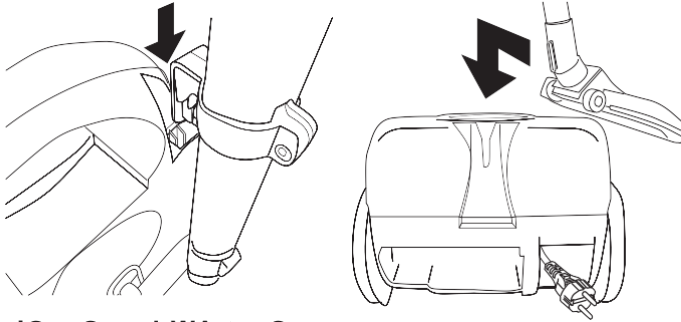

Abbildung 9
3. Stellen Sie den Staubsauger aufrecht hin. An der Rückseite des Staubsaugers, neben dem Vorderrad, befindet sich ein Befestigungsschlitz für die Zubehörschiene (siehe Abbildung 9). Schieben Sie die Unterseite der Zubehörschiene in den Schlitz. So können Sie den Staubsauger leicht verstauen und ihn schnell wieder hervorholen, ohne die Teile auseinandernehmen zu müssen.